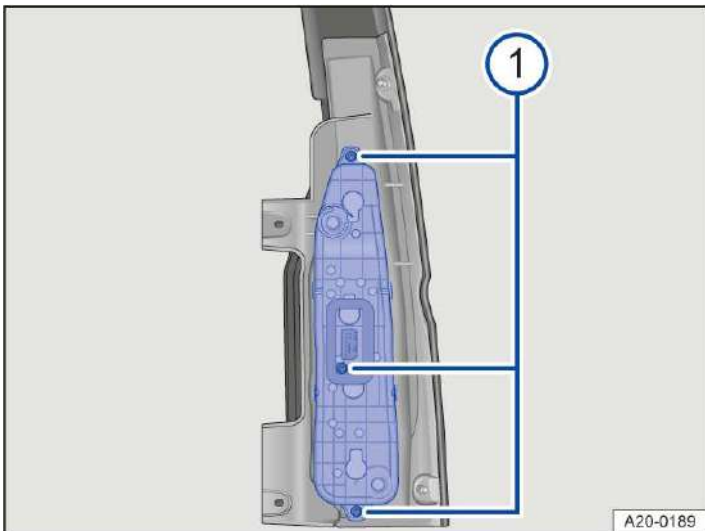

Abb. 3 An der Rückleuchte: Lampenhalter abnehmen.
2. Befestigungsschrauben mit dem Schraubendreher lösen → *Abb. 3* ①.
3. Lampenhalter abnehmen → *Abb. 3*.
1. Lampenhalter vorsichtig in die Rückleuchte einsetzen → *Abb. 3*.
2. Lampenhalter mit den Befestigungsschrauben an der Rückleuchte festdrehen → *Abb. 3* ①.